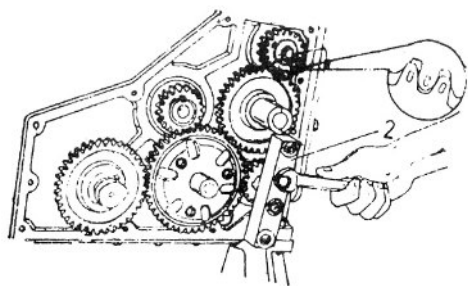

Fig.18- As engrenagens sendo desmontadas por meio de um sacador, com as marcas de balanceamento nos dentes.
(B) Remova os anéis de trava da ponta da engrenagem e retire as engrenagens por meio do sacador de polia (Fig.18).
Quando remontando, é absolutamente necessário que marcas de dente em todas as engrenagens devem ser alinhados respectivamente uma à outra (Fig.18).